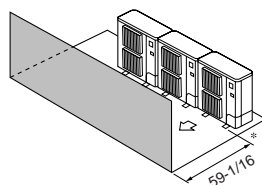

Fig. 2-10
- ③ Obstacles uniquement à l'avant (Fig. 2-10)